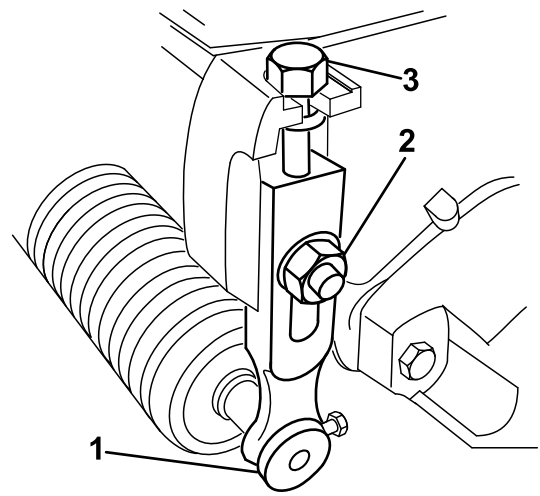

Figure 14
1. Desserrez les contre-écrous qui fixent les bras de réglage de hauteur de coupe aux plaques latérales de l'unité de coupe (Figure 14).